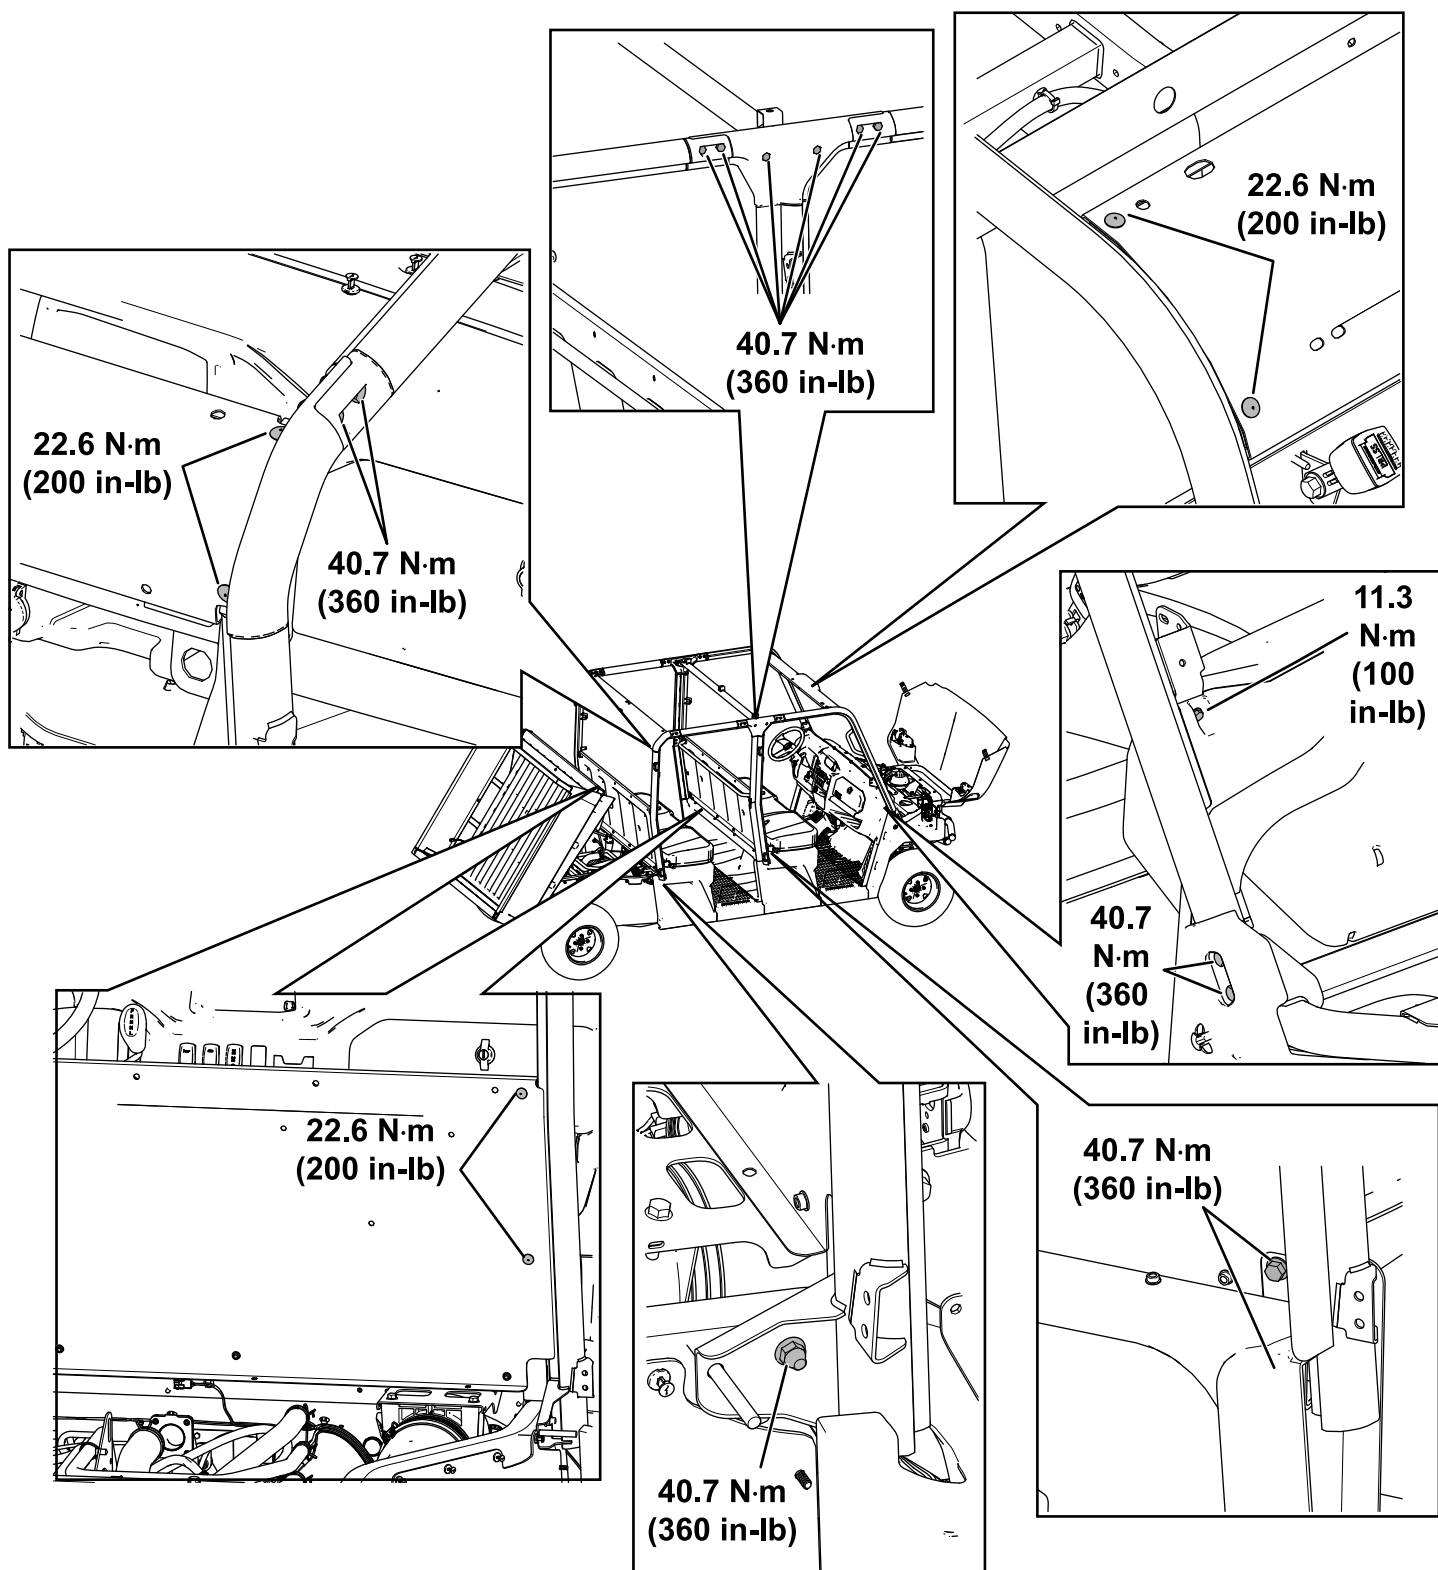

Figure 58
25. Serrez les fixations aux couples spécifiés à la Figure 58.